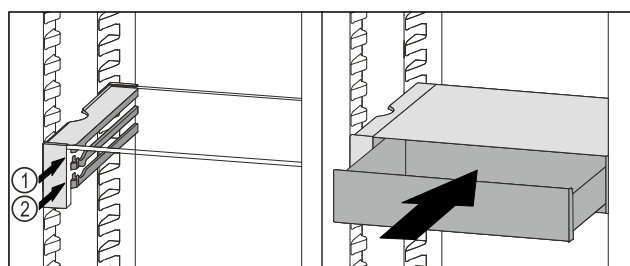

Fig. 89
- ▶ Встановити висувний ящик VarioSafe за стопорами на потрібне ребро Fig. 89 (1) або Fig. 89 (2).